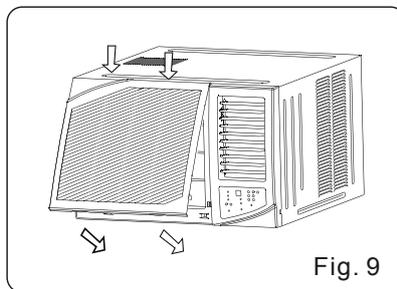

Fig. 9
2. Einhängen des Ansauggitters an den Erhebungen auf der Oberseite, danach unten andrücken bis ein „Click“ zu hören ist (Fig. 9).